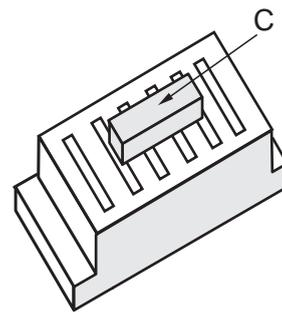

Fig. 7
- e) Rectifique la superficie del lado C de la pieza hasta obtener la medida dada. (Fig. 7)